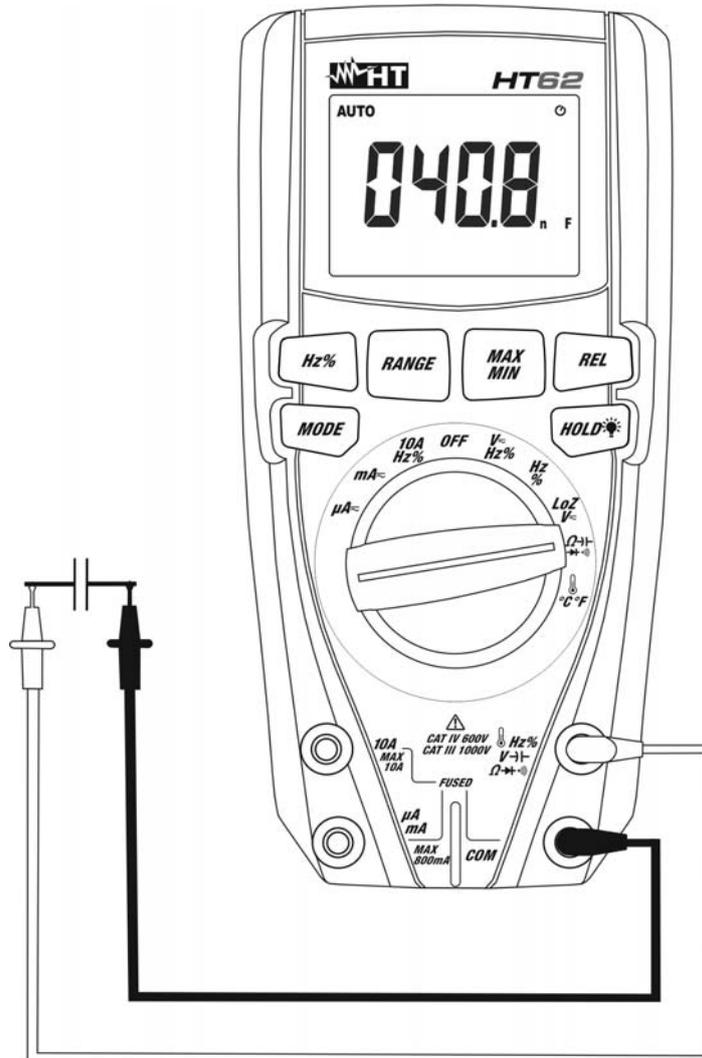

Fig. 8: Uso do instrumento para a Medição de Capacidades
5. Colocar as pontes nas extremidades do condensador em exame respeitando eventualmente as polaridades positivas (cabo vermelho) e negativas (cabo preto) (ver Fig. 8). O valor da capacidade é apresentado no display.